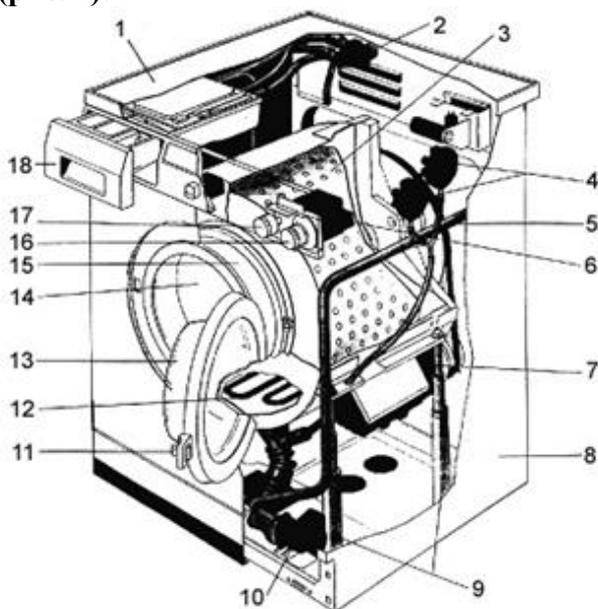

Рис.2
**6. Какой узел соответствует позиции 6 на компоновочной схеме стиральной машины (рис. 2):**